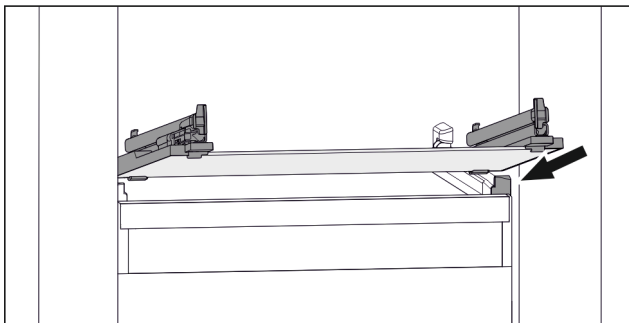

Fig. 112 Beispielhafte Darstellung der Glasplatte
- ▶ Glasplatte schräg hinter den Stopperrahmen aufsetzen. (siehe Fig. 112)